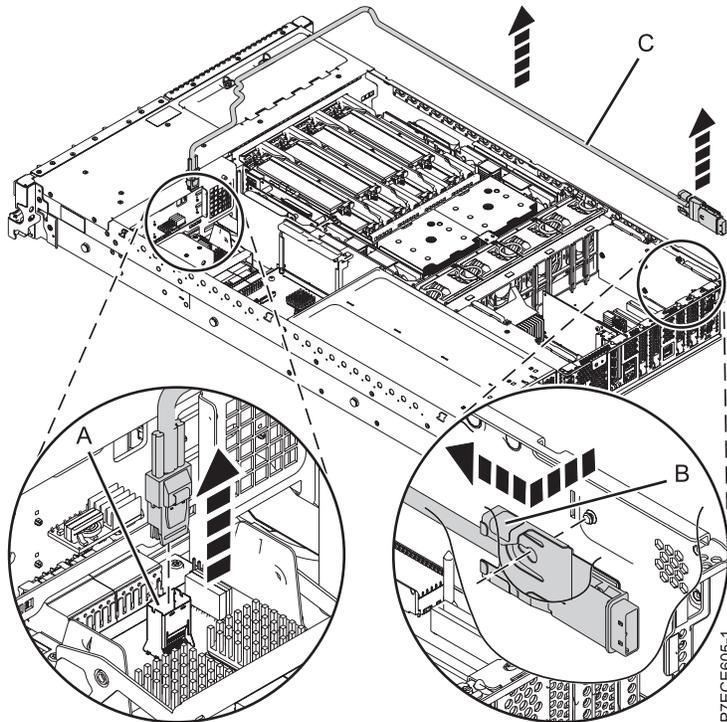

Figura 56. Extracción del puerto SAS externo
9. Tire de la abrazadera del cable en el punto táctil azul (B) y deslice el cable SAS hasta sacarlo de la apertura del puerto SAS en la parte posterior del chasis. Consulte Figura 56 en la página 95.
10. Retire el cable SAS (C) del sistema.
11. Presione el pestillo del conector SAS (A) y, a continuación, tire del cable para sacarlo del acoplamiento en la tarjeta intermediaria del sistema.